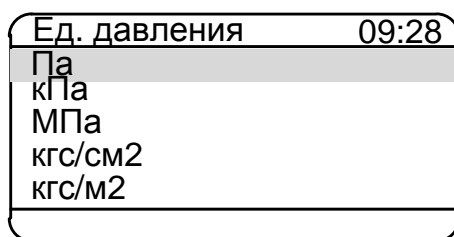

Рисунок 2.9
2.6.5.3.2 Выбор пункта «Единица давления» и нажатие кнопки «» вызывает на дисплей прибора диалоговое окно *Единица давления* (см. рисунок 2.9), в котором пользователю предлагается выбрать значение параметра.